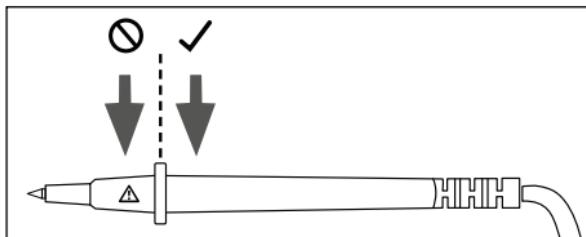

Fig. 3
- Sujete las puntas de prueba ⑥ exclusivamente por las superficies de agarre previstas para ello (consulte la fig. 3). La zona con el símbolo de advertencia ⚠ no debe tocarse; de lo contrario, existe peligro de descarga eléctrica durante la medición!